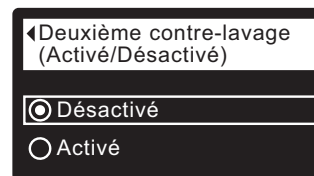

FIG. 77
- 8b. **Deuxième contre-lavage (Activé/Désactivé)** : Si le cercle vis-à-vis de l'option souhaitée a déjà un point (cf. Figure 77), passez à l'étape 9. Sinon, appuyez sur le bouton BAS (▼) ou HAUT (▲) pour passer à l'autre option, puis sur le sélecteur (O) pour confirmer votre choix. L'activation de cette fonction ajoute un second contre-lavage et rinçage au début du cycle de régénération. Le réglage par défaut est Désactivé. Activez cette fonction si votre alimentation en eau contient beaucoup de sédiments ou de fer.